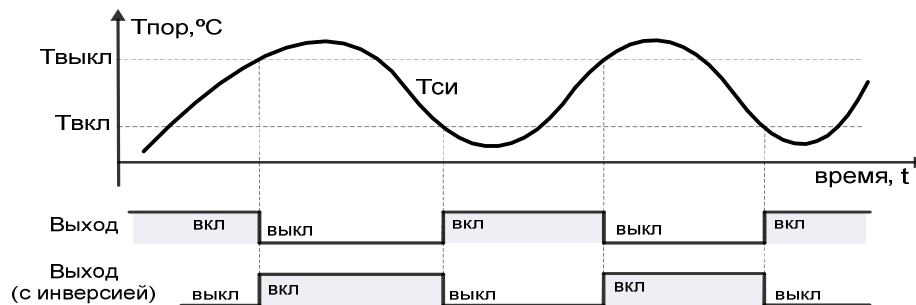

Рис. 4.8 График управления ключевым каналом по температуре
4.4.1.1 В режиме управления “По температуре” контроллер сравнивает текущее значение температуры слежения ключевого канала **Тси** (температура слежения измеренная) с температурами порогов **Твкл** и **Твыкл**, заданными **графиком управления по температуре** (см. Рис. 4.8), и по результатам сравнения устанавливает на выходе ключевого канала необходимый сигнал управления ИМ. Температура слежения измеренная **Тси** определяется как разность входных температур:
Управление выходом канала (подключенным ИМ) зависит от величины температуры слежения **Тси**, точнее от ее положения относительно пороговых температур переключения **Твкл**, **Твыкл** и происходит следующим образом. Сигнал управления “включено” на выходе ключевого канала формируется, когда **Тси** снижается и достигает **Твкл**, при этом удерживается включенным до тех пор, пока **Тси** меньше **Твыкл**. Сигнал управления переключается в состояние “выключено” когда температура слежения **Тси** становится больше **Твыкл** и остается выключенным пока **Тси** не станет меньше **Твкл** (см. Рис. 4.8).